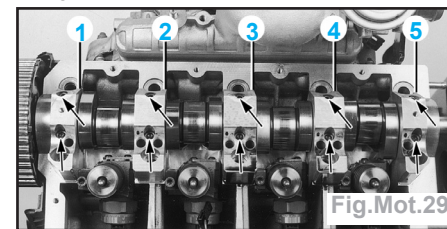

Fig.Mot.29
- Resserrer alternativement et en diagonale, les écrous de fixation des chapeaux n°2 et 4 puis progressivement ceux des chapeaux n°5, 1 puis 3 (Fig.Mot.29).